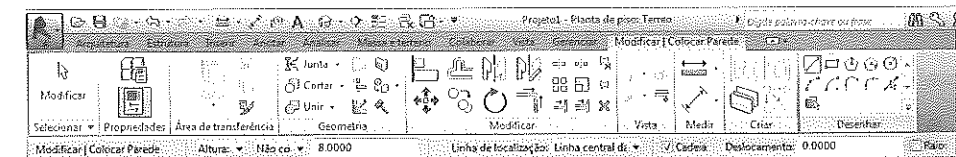

Figura 5.3 – Aba Modificar | Colocar Parede.
2. Depois de selecionar o comando **Parede: Arquitetônica**, a **Ribbon** muda para a aba **Modificar | Colocar Parede**, Figura 5.3, na qual estão todos os parâmetros necessários para inserir as paredes.